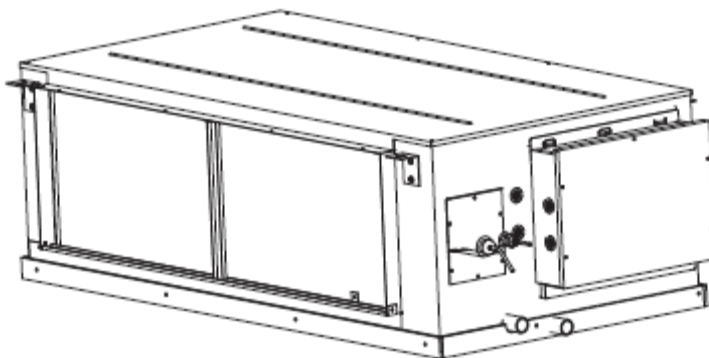

Fig.9-1
- 1) Scoateti suruburile din jurul bazei aparatului de aer conditionat pana cand baza poate fi demontata. (Fig.9-1,9-2)